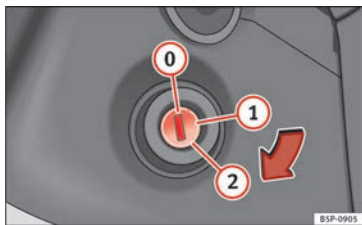

Fig. 122 Posizioni della chiave di accensione.
In questa posizione » fig. 122 sia il motore che il quadro sono spenti e si può inserire il bloccasterzo.
- Girare la chiave fino alla posizione » **fig. 122 ①.** La spia  si accenderà nel caso di preincandescenza del motore.
- Quando la spia si spegne, mettere in moto girando la chiave nella posizione ②, senza dare gas.
- Girare la chiave fino alla posizione » fig. 122 ①.